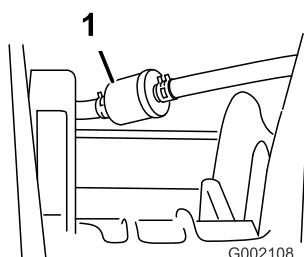

Figura 44
5. Rimuovete i dispositivi di fermo che fissano il filtro del carburante ai tubi di alimentazione (Figura 44).